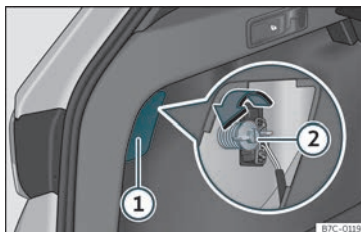

Fig. 49 Bagageira: acesso ao parafuso de fixação da unidade de luz traseira.
- Retire a tampa fazendo alavanca com o lado plano de uma chave de fendas no entalhe»» **Fig. 49** ①.
- Desenrosque com a mão ou com ajuda de uma chave de fendas o parafuso de fixação do farolim»» **Fig. 49** ②.